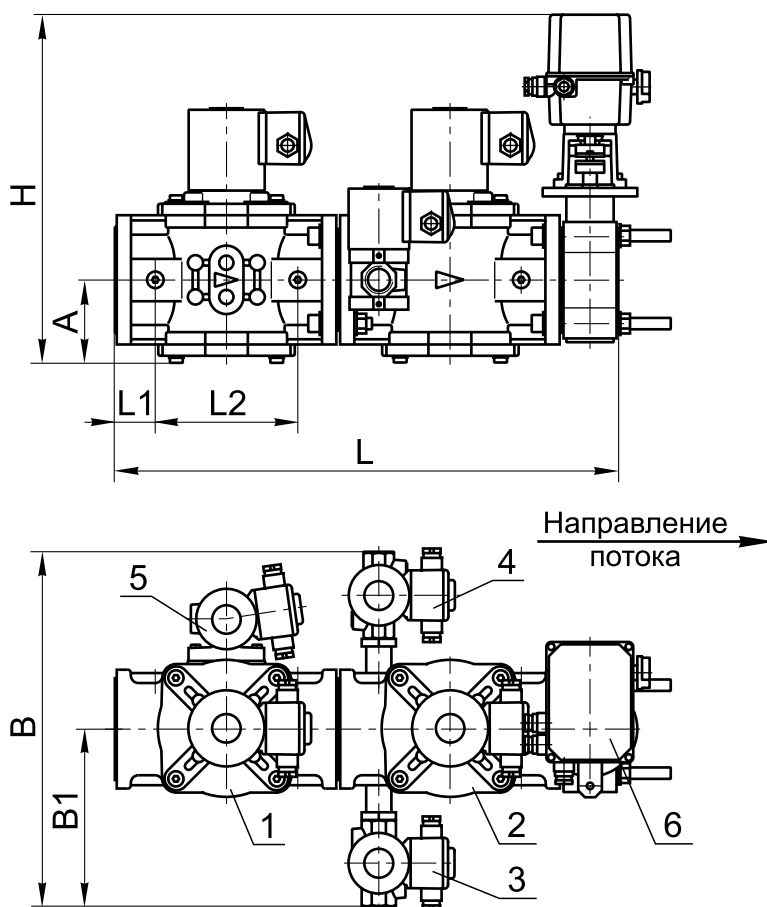

Рис. 11-92
Блок (рис. 11-92, 11-93) состоит из следующих основных узлов и деталей:
- справа по ходу газа (рис. 11-92);